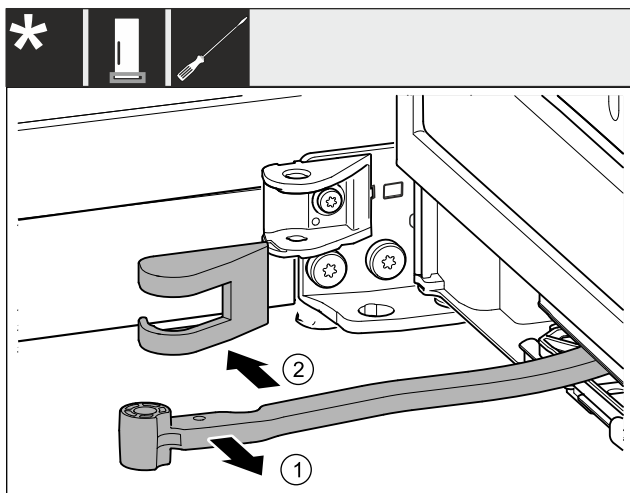

Fig. 6
- ▶ Pöörake liigendit ukse suunas. Fig. 6 (1)
- ▶ Eemaldage laagripuki kate. Fig. 6 (2)